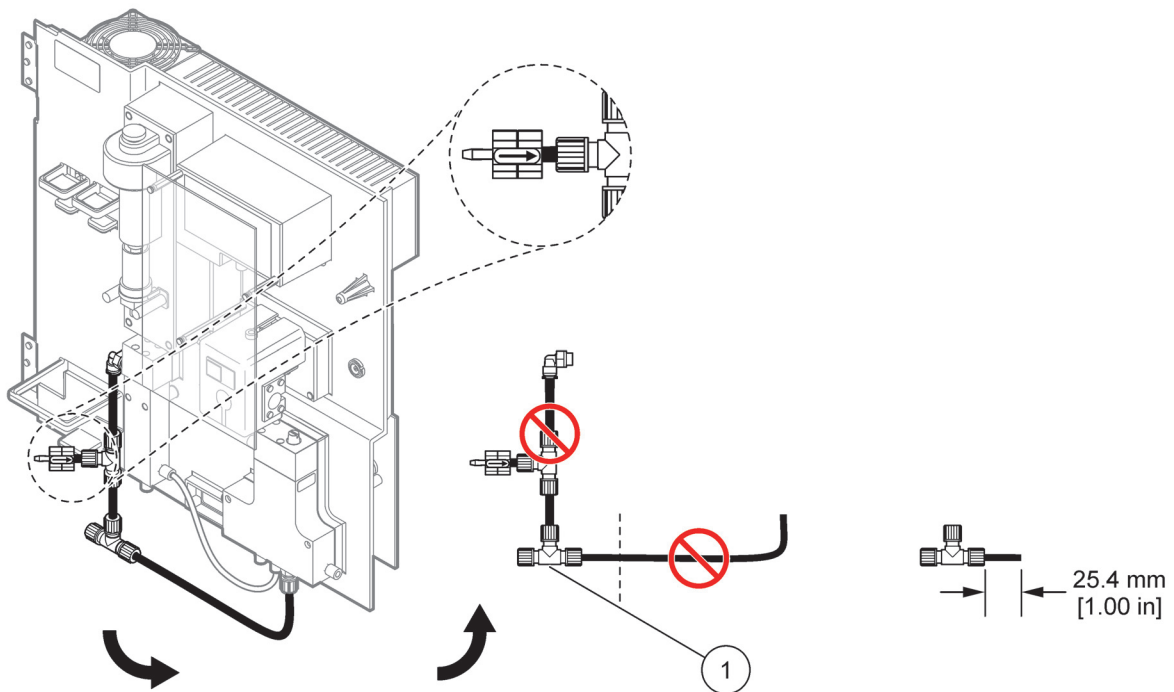

図 26 T-フィッティングを外す
T-フィッティングを使ってドレーンチューブを接続します。T-フィッティングを外す場合は、図 26 と以下のステップを参照してください：
- e. 分析装置 1 から外したドレイン チューブから 25 mm をカットします。25 mm のチューブを分析装置 2 の T-フィッティングに接続します。チューブの他の端を分析装置から外した T-フィッティングに接続します。T-フィッティングのり外しについては、67 ページの 図 26 を参照してください。